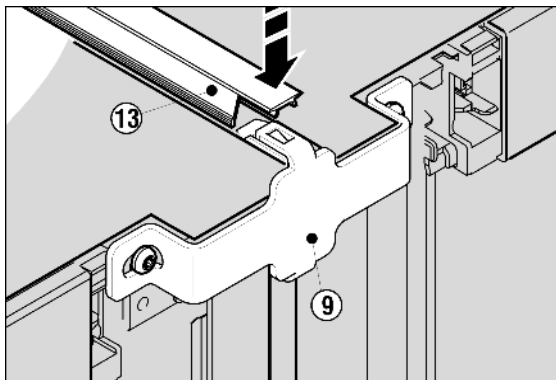

Fig. 8
- Sul lato superiore premere il listello corto Fig. 8 (13) nella fessura. Prestare attenzione che l'incavo del listello di copertura sia rivolto verso il lato anteriore degli apparecchi. Il listello deve finire a filo con lo spigolo anteriore della parte superiore dell'apparecchio.